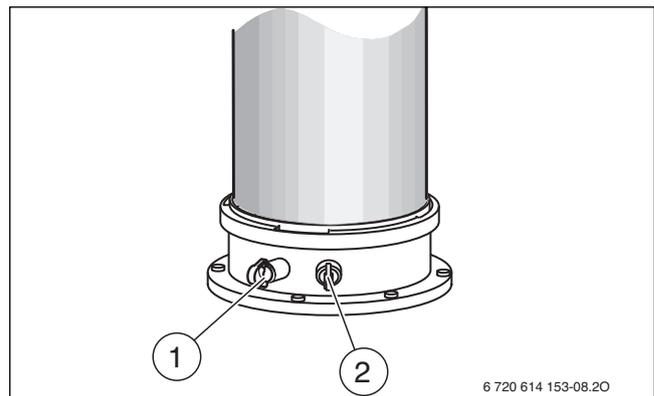

Bild 99
- ▶ Stopfen am Verbrennungsluft-Messstutzen [2] entfernen (→ Bild 99).
- ▶ Stopfen am Abgassmessstutzen [1] entfernen (→ Bild 99).